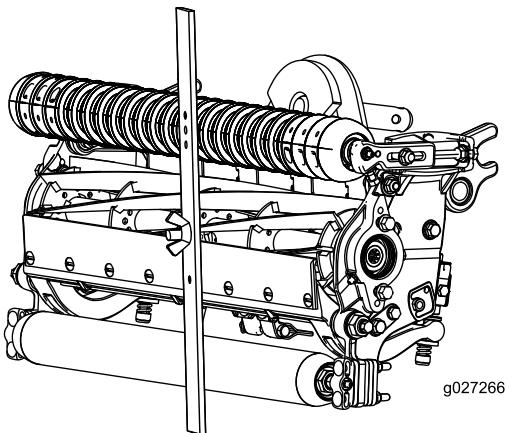

Figure 17
- Accrochez la tête de la vis sur le bord tranchant de la contre-lame et appuyez l'arrière du gabarit contre le rouleau arrière (Figure 17).
- Tournez la vis de réglage jusqu'à ce que le rouleau avant touche le gabarit (Figure 17). Réglez les deux